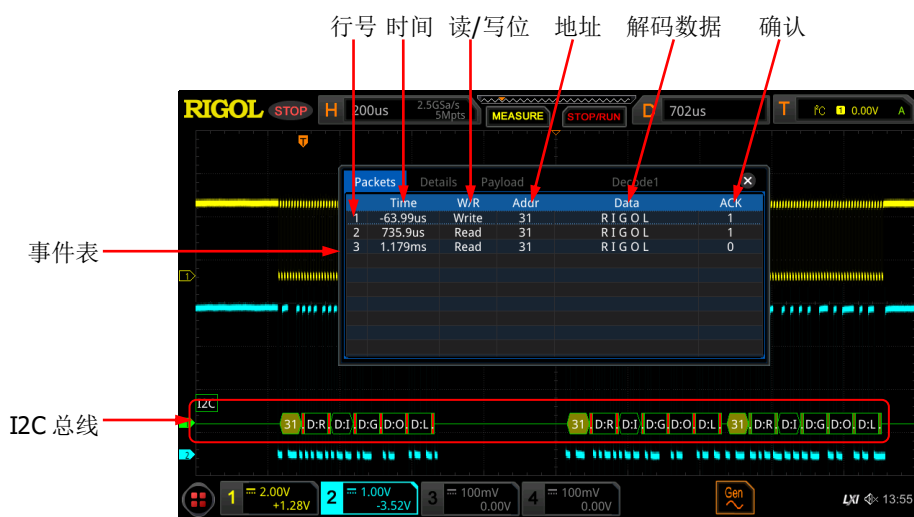

图 11-6 I2C 解码事件表
- 打开或关闭事件表：连续点击 **事件表** 键，打开或关闭事件表显示。打开事件表，屏幕弹出如图 11-6 所示的事件表。您可以点击事件表右上方的图标 **×** 关闭事件表功能。另外，当运行状态为“STOP”时，可以选择指定行并查看相应的解码信息。